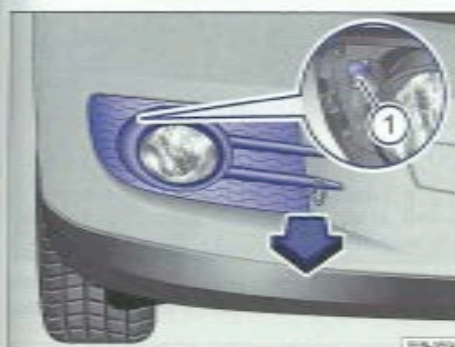
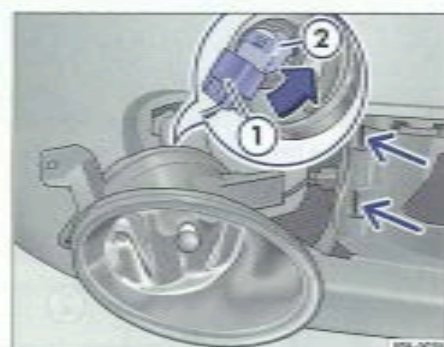

Fig. 227 Dans le pare-chocs avant, côté droit : dépose du projecteur.
Fig. 228 Remplacement de l'ampoule dans le projecteur.
2.	Prenez l'étrier métallique dans l'outillage de bord et accrochez-le dans l'ouverture située sur le cache ➡ fig. 227. Retirez le cache vers l'avant, dans le sens de la flèche.
3.	Dévissez la vis de fixation ① à l'aide du tournevis faisant partie de l'outillage de bord ➡ page 386.
5.	Déverrouillez puis débranchez la fiche de raccordement ➡ fig. 228 ①.
6.	Tournez le porte-ampoules ② dans le sens de la flèche jusqu'en butée, dans le sens inverse des aiguilles d'une montre, puis retirez-le par l'arrière en même temps que l'ampoule.
- Rebranchez la fiche de raccordement ① sur le porte-ampoule ②. La fiche doit s'enclencher de manière audible.
- Insérez le projecteur depuis l'extérieur dans les évidements → fig. 228 (flèches) et mettez-le en place dans le pare-chocs.
- Vissez fermement la vis de fixation → fig. 227 ① à l'aide du tournevis.
- Mettez le cache en place dans le pare-chocs → fig. 227.